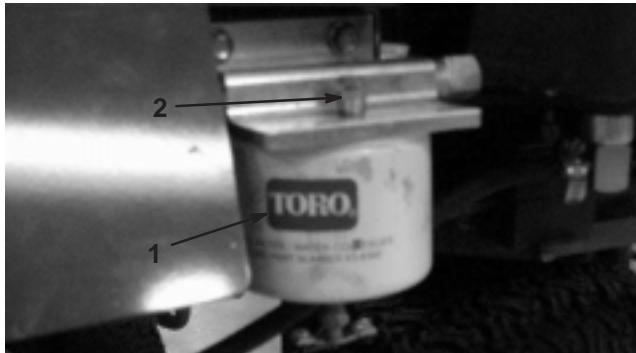

Bild 35
2. Lockern Sie die Entlüftungsschraube oben am Kraftstofffilter bzw. Wasserabscheider (Bild 35).